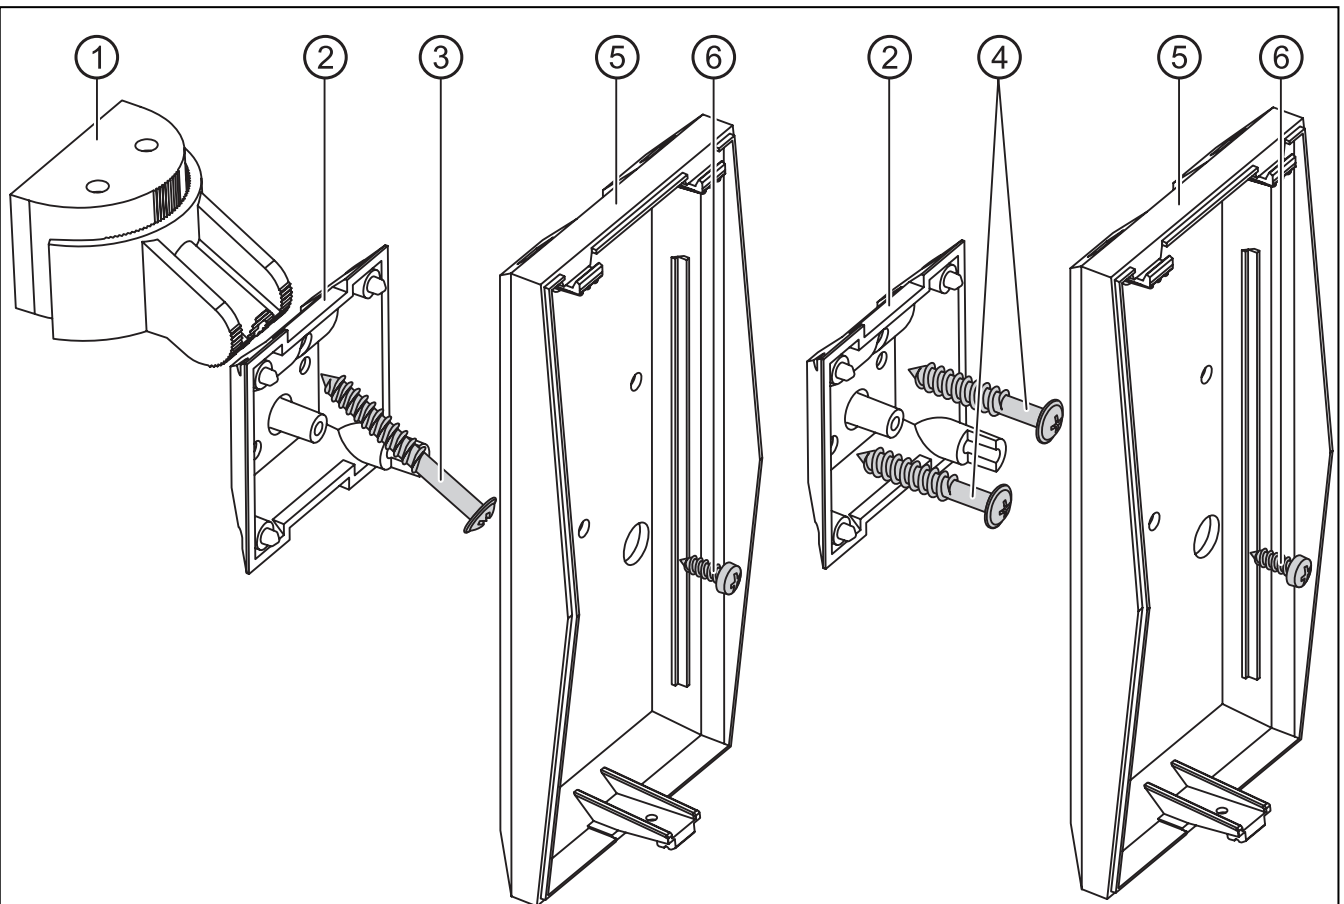

Fig. 2. Montage van de detector op een muurbeugel of direct op de muur.
6. Bevestig de achterzijde sabotage unit aan de beugel geschroefd aan de wand of het plafond, of direct op de muur (zie Fig. 2).
7. Maak het achtergedeelte van de behuizing vast aan de achterzijde sabotage unit (zie Fig. 2).